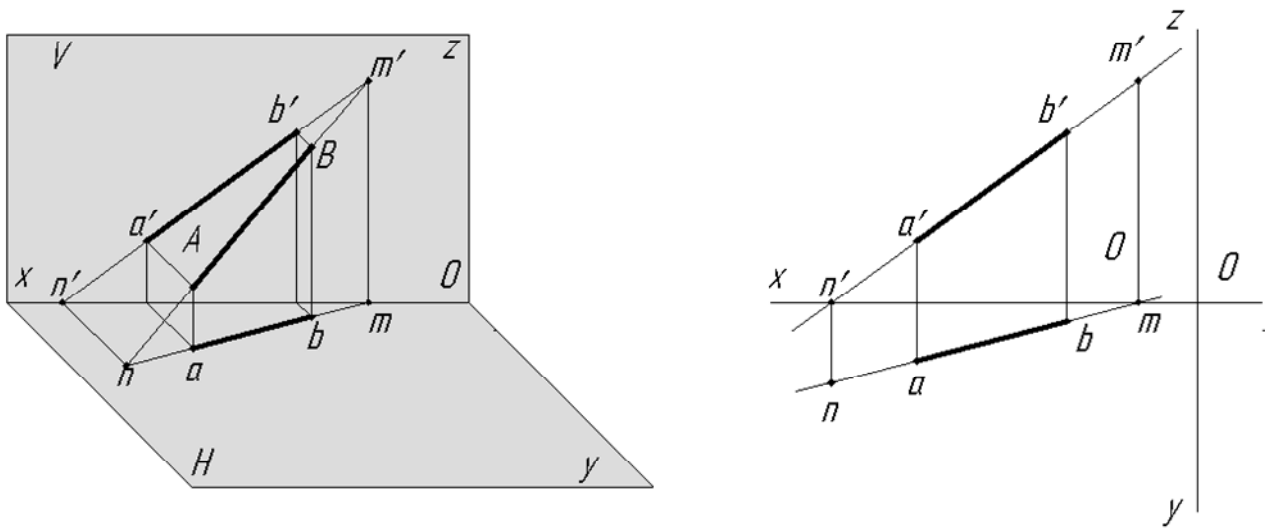

Рисунок 1
2. Постройте наглядное изображение и комплексный чертеж отрезка АВ (см. рис.1);
Следом прямой линии называется точка пересечения прямой с плоскостью проекций. Чтобы найти фронтальный след прямой (рис. 1), необходимо продолжить ее горизонтальную проекцию ab до пересечения с осью xy в точке m , а затем из точки m восстановить перпендикуляр к оси xy и найти точку m' пересечения этого перпендикуляра с продолжением фронтальной проекции отрезка. Тогда m' — искомый фронтальный след прямой AB или точнее — фронтальная проекция фронтального следа; точка m — горизонтальная проекция горизонтального следа; точка m' — фронтальная проекция горизонтального следа.
На комплексном чертеже отрезка AB эти построения выполняются аналогично (рис. 1).